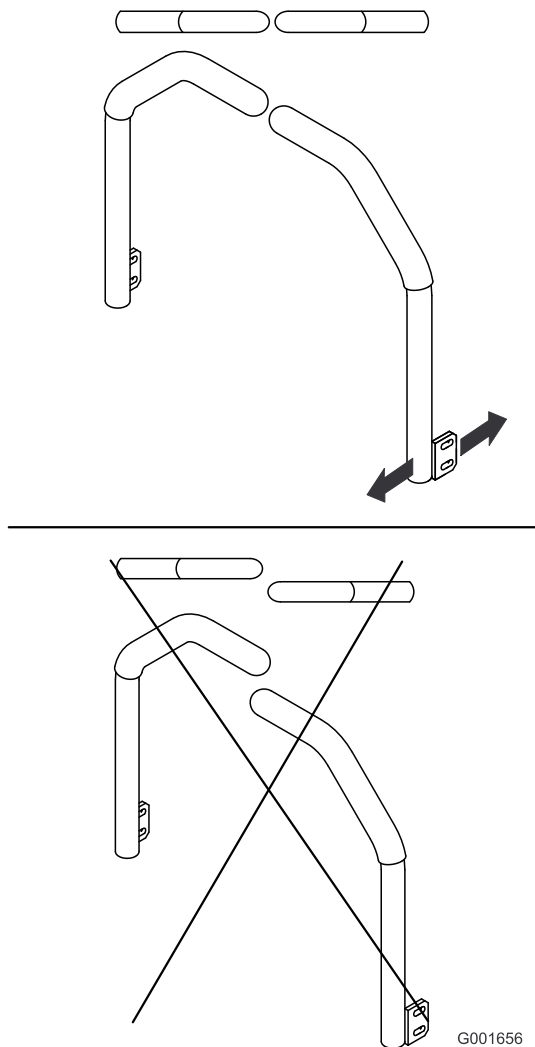

Figura 59
5. Regolate le leve di controllo in modo che siano allineate e serrate i bulloni, fissando le leve alle colonne (Figura 59).